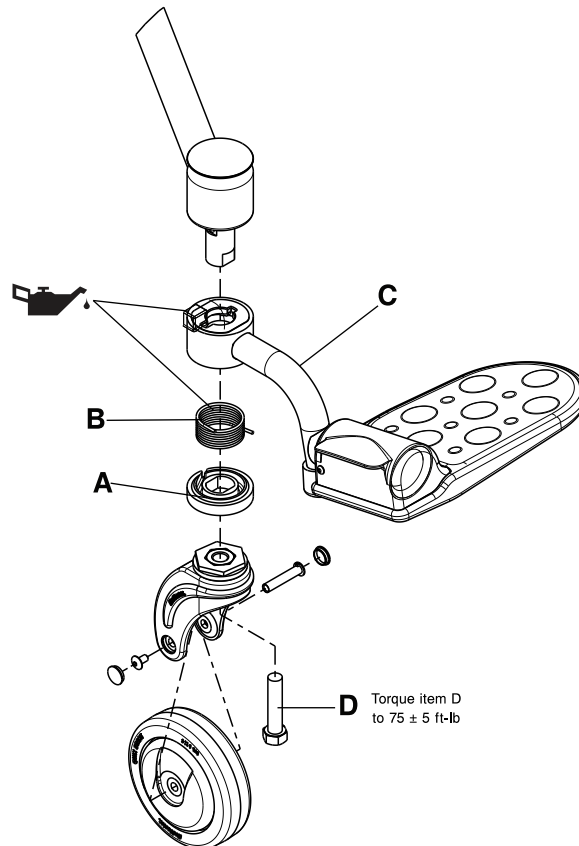

Figure 2-27 : Remplacement d'un repose-pied escamotable
4. Saisir le support de ressort inférieur du repose-pied (A) et le tirer vers le bas. Jeter le support de ressort inférieur du repose-pied.
5. Retirer et jeter le ressort de torsion du repose-pied (B).
7. Faire pivoter l'ensemble de repose-pied escamotable et le tirer vers le bas (C). Jeter l'ensemble.
8. Appliquer de la graisse Syntec (3000-200-719) sur toutes les zones concernées (Figure 2-27 à la page 2-43).
9. Inverser les étapes 3 à 8 pour installer l'ensemble de repose-pied escamotable fourni. À l'aide d'une clé dynamométrique de 3/8", serrer le boulon de la fourche de la roulette (D) à un couple de  $75 \pm 5$  ft-lb ( $102 \pm 7$  Nm) avant d'installer la roulette sur la fourche.